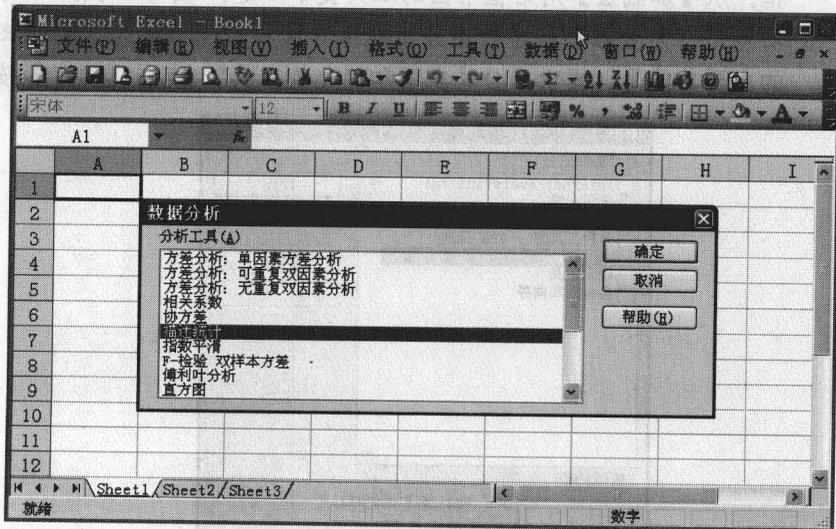

图 1-4 “数据 分析”对话框
**步骤 4** 启动 Excel 软件，点击【工具】→【数据分析】，弹出【数据分析】对话框（见图 1-4）。
从图 1-4 所示对话框可以看出，Excel 软件所提供的数据分析工具非常多，包